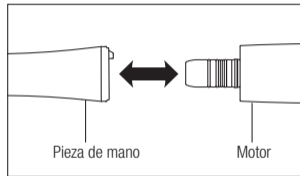

Fig. 1
- 1) Inserte la pieza de mano directamente en el motor (Fig. 1). Enrosque la pieza de mano hasta que encaje en su posición con un chasquido.